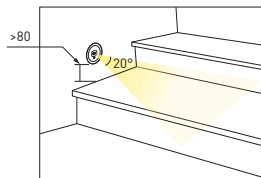

Рис. 2. Установка датчика движения на лестнице
- 3.2. Установите датчик движения в соответствии с рис. 2.